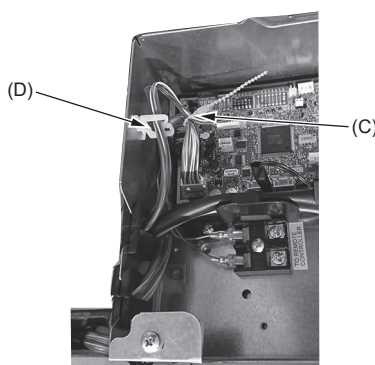

Fig. 10-14
- Bunta ihop den överflödiga delen av kablarna från i-see-Sensorn och signalmottagaren i elkompontlådan och fäst upp dem enligt bilden. (Fig. 10-14) Se till att buntbandet som håller i-see-Sensorn och signalmottagarens anslutningskablar är placerat inuti anslutningsboxen. (Fig. 10-15)
- (A) i-see-Sensorn
- (B) Signalmottagare
- (C) Fäste
- (D) Kabelklämma
- (E) Märkning "o": standardposition för i-see-Sensorn
- (F) Märkning "□": standardposition för signalmottagaren